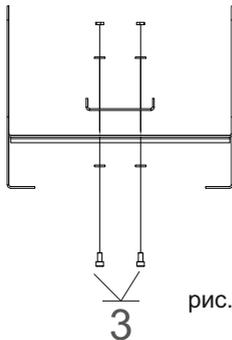

рис.5
2. Закрепить кронштейн к раме при помощи болтов и гаек М10 прокладывая под гайки и головки болтов шайбы гровера, затягивая с усилием 55 - 53 Н.м. (№3 рис. 5).
3. Закрепить светильник на рабочей поверхности при помощи болтов и гаек М12 (в комплекте не поставляется), удерживая болт ключом, затягивать гайки с усилием минимальным 80 (8)...